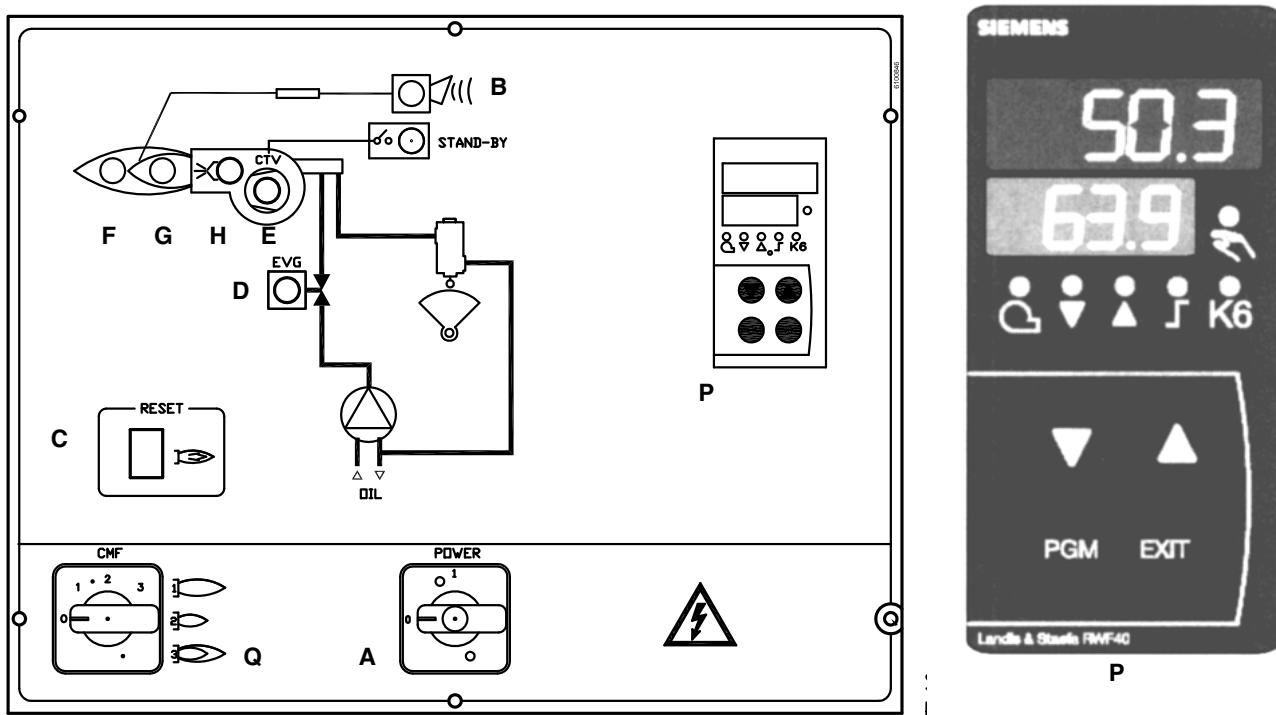

Рис. 28
- 16 Сместить кулачок III (малое пламя) в сторону минимальной мощности, с тем, чтобы сервопривод начал закрываться, до тех пор, пока два подшипника не совместятся с регулировочным винтом, относящимся к самой низкой точке: закручивать винт **V** для увеличения расхода, откручивать - для уменьшения, с целью получения значения давления, как на графике на Рис.28, на основании требуемого расхода.